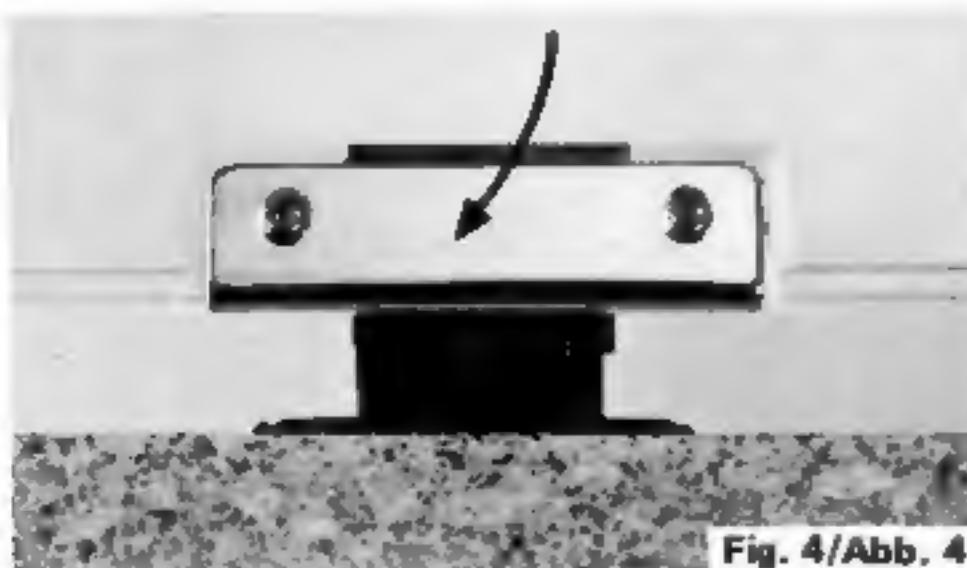

Fig. 4/Abb. 4
1. Insert the dust cover hinge into the motor board hinge in the direction of arrow shown in Fig. 4.
1. Setzen Sie die Andockhaube in das Scharnier an der Rückseite des Laufwerkes. Beachten Sie beim Einsetzen die in Abb. 4 dargestellte Pfeilrichtung.